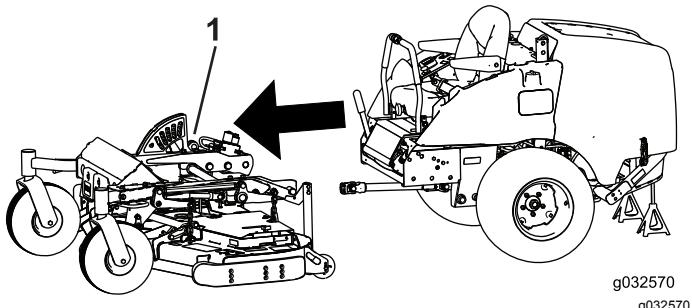

Рисунок 59
8. Откатите летнюю раму вперед и сохраните ее для последующей сезонной перестановки (Рисунок 59).